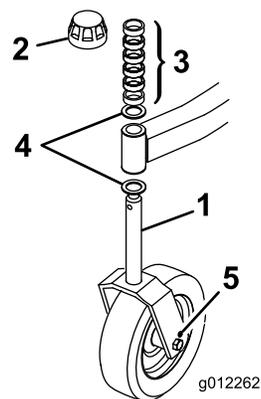
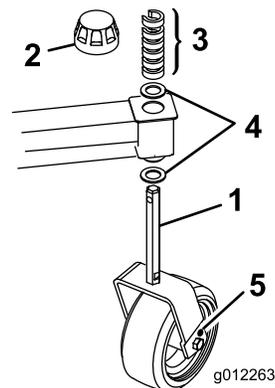

Bild 11
Bild 12
2. Bohren Sie die Löcher mit einem Durchmesser von 11,13 mm (Bild 11 & Bild 12) in jeder Seite der Laufradgabeln auf einen Durchmesser von 12,7 mm oder 13,1 mm aus.
1. Entfernen Sie die Spannkappe von der Spindelwelle und ziehen die Spindel aus dem vorderen Laufradarm heraus. Ziehen Sie die Scheibe von der Spindelwelle ab. Ziehen Sie die erforderliche Anzahl der Distanzstücke auf die Spindelwelle, um die gewünschte Schnitthöhe zu erhalten; ziehen Sie dann die Scheibe auf die Welle auf (Bild 11).
2. Drücken Sie die Laufradspindel durch den vorderen Laufradarm, setzen Sie die andere Druckscheibe und die restlichen Distanzstücke auf die Spindel und befestigen Sie alle Teile mit der Spannkappe (Bild 11).
1. Nehmen Sie die Spannkappe von der Spindelwelle ab (Bild 12).
2. Nehmen Sie die C-förmigen Distanzstücke am dünnen Teil der Spindelwelle ab oder fügen Sie Distanzstücke unter dem Laufradarm hinzu, um die gewünschte Höhe zu erhalten (Bild 12). Stellen Sie sicher dass die Druckscheiben (nicht die Distanzstücke) den Laufradarm oben und unten berühren.
3. Bringen Sie die Spannkappe an, um das Teil zu befestigen (Bild 12).